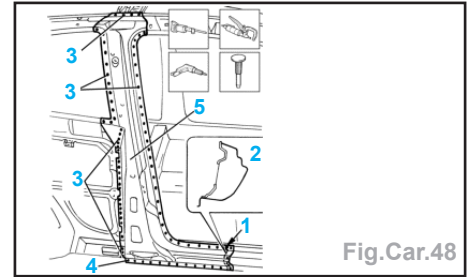

Fig.Car.48
- Utiliser une scie sauteuse en suivant la ligne de découpe (1) (Fig.Car.48).